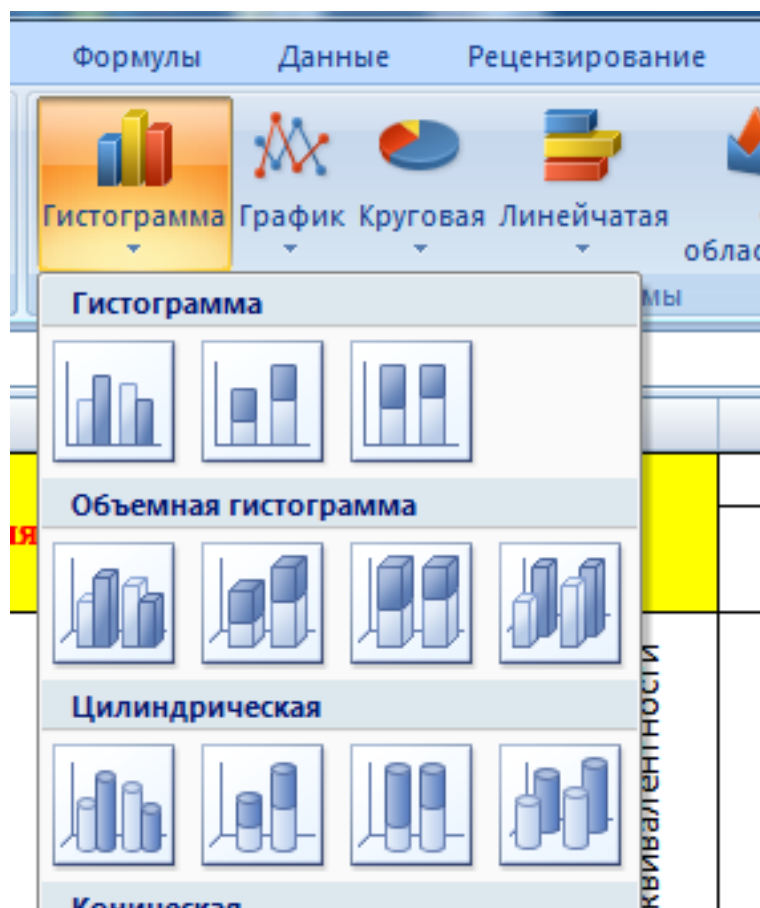

Рисунок 27 – Диалоговое окно *Мастер диаграмм*: тип диаграммы
- 3) в группе *Диаграммы* выбираем тип диаграммы *Гистограмма* (рисунок 27);